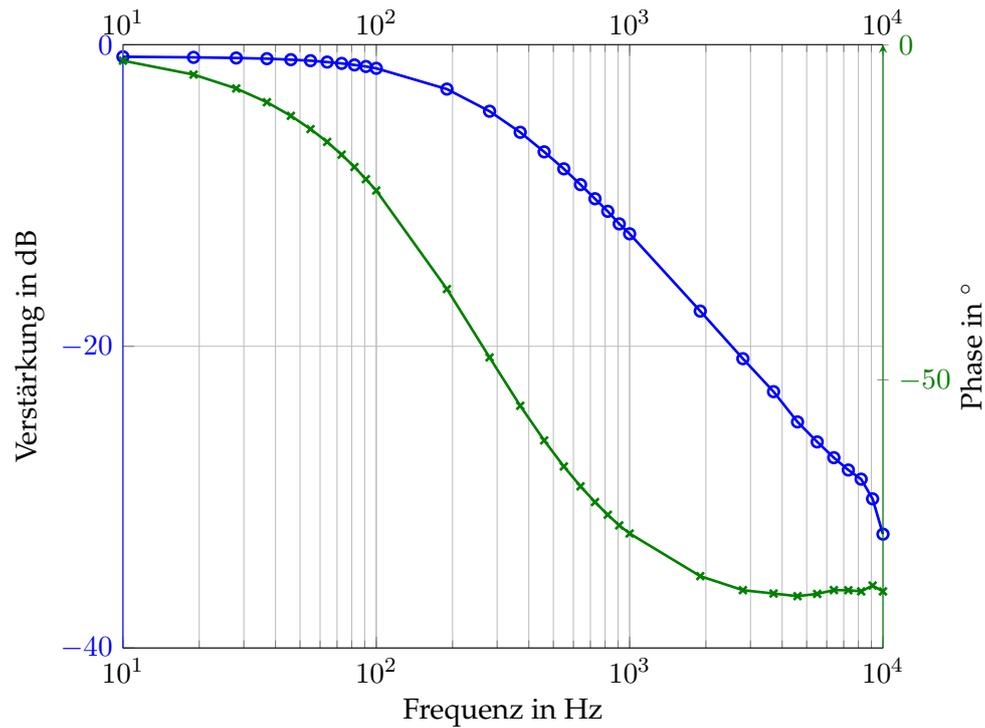

Abbildung L2: Gemessenes Bode-Diagramm.
- b) Abbildung L2 zeigt das vom EI-Board aufgezeichnete Bode-Diagramm.